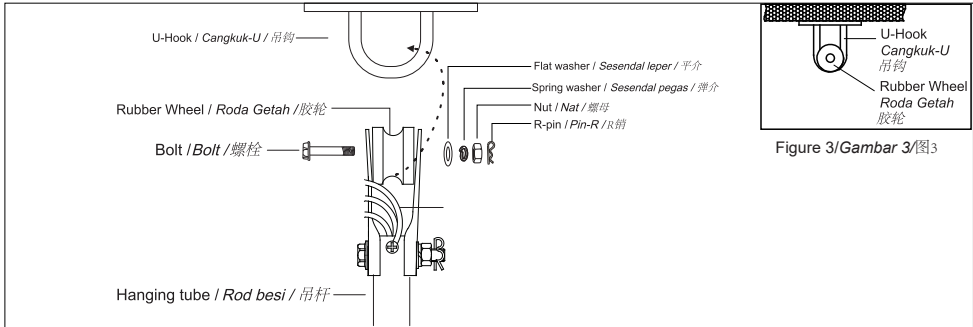

Figure 3/Gambar 3/图3
步骤 2 (参见图3)
2. 把胶轮挂在吊钩上。(见图3)
3. 用螺丝拧紧吊杆上的钢丝绳。(图 3)